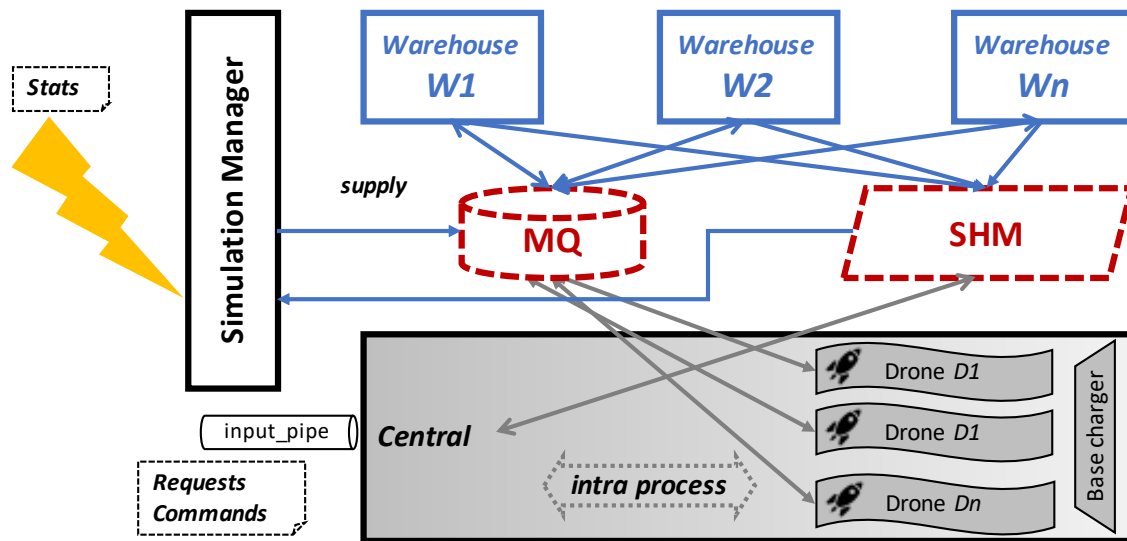

Figure 2 – Visão geral do sistema a implementar.
A Fig. 2 apresenta uma visão geral do funcionamento do sistema a implementar no contexto do Trabalho Prático.
- **Gestor da simulação (*Simulation manager*)** – é responsável por iniciar todo o sistema. Deve criar a fila de mensagens (MQ), as zonas de memória partilhada (SHM) e os restantes processos. Ao receber um sinal SIGUSR1 deve ler as estatísticas a partir da SHM e apresentá-las ao utilizador.
- **Processo Central (*Central*)** – iniciar, coordenar e manter as *threads* relativas a cada um dos drones, e ao carregador de baterias (charger). Deve também criar o *named pipe* ("*input_pipe*" da Fig. 2) onde vai receber as encomendas e outros comandos relativos ao comportamento dos drones.
É responsabilidade do processo *Central* criar e manter as *threads* correspondentes aos *drones* (Dx na Fig. 2) e *charger*, bem como coordenar o trabalho deles. Para isso, deve
A *Central* monitoriza ao mesmo tempo o *named pipe* (“*input_pipe*” Fig. 2) para receber as tarefas a realizar. Estas tarefas são expressas por comandos que podem servir para criar uma encomenda nova e para alterar o número de drones. **A estrutura dos comandos a receber é apresentada abaixo e deve ser seguida rigorosamente.**
5. Caso existam drones disponíveis e os produtos necessários em *stock*, deve reservar a quantidade de produtos no armazém através de memória partilhada (SHM na Fig. 2) e de seguida notificar a *thread* correspondente a esse drone através de meios de comunicação intra processo, para que este trate da encomenda (ver 4.2). A reserva não deve ser efetuada diminuindo a quantidade de stock disponível no armazém.
Como dito anteriormente, o comportamento de um drone é implementado por uma *thread* (*Dx* na Fig. 2). Existem em cada momento um número *D* de drones no sistema, de acordo com as configurações. Os drones começam em repouso com a bateria inicial
- 3) Carregamento** – o drone começa por enviar uma mensagem ao armazém através da fila (MQ na Fig. 2) a indicar que chegou e que o carregamento pode começar. A mensagem enviada deve identificar a encomenda com um número único, para que o armazém responda com uma mensagem desse tipo. O drone fica à espera da resposta e está ocupado, não podendo ser interrompido. Não gasta bateria neste processo. O carregamento deverá demorar um número de unidades de tempo igual à quantidade de produtos. Quando receber a resposta sabe que o carregamento terminou e assume o comportamento **4**).
Tal como a Fig. 2 ilustra, o processo *Gestor da simulação* é capaz de obter informação sobre encomendas aceites e tratadas pelos drones e armazéns, através da memória partilhada. Após a receção de um sinal do tipo SIGUSR1, deverá escrever para o écran a seguinte informação estatística: